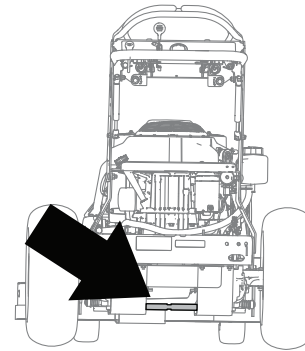

Figura 3
1. Localize a barra do eixo em que vai instalar o resguardo (Figura 3).